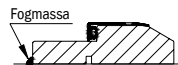

Fig 6
- 12) Montera tröskelskena. Se fig 6.